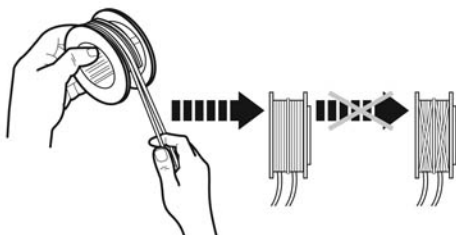

Rys. 32
- > W celu wymiany szpuli naciśnąć zatrzask na obudowie głowicy tnącej w celu zdjęcia pokrywy. Obrócić (w razie potrzeby), aby wyjąć zużytą szpulę i wymienić ją na nową tego samego typu (Rys. 32).